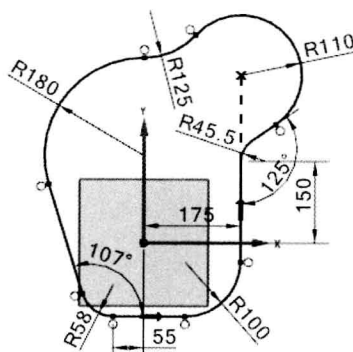

图 2.14.8 其余尺寸标注
Step 3 参照上述步骤可标注图 2.14.8 所示的其余尺寸标注。